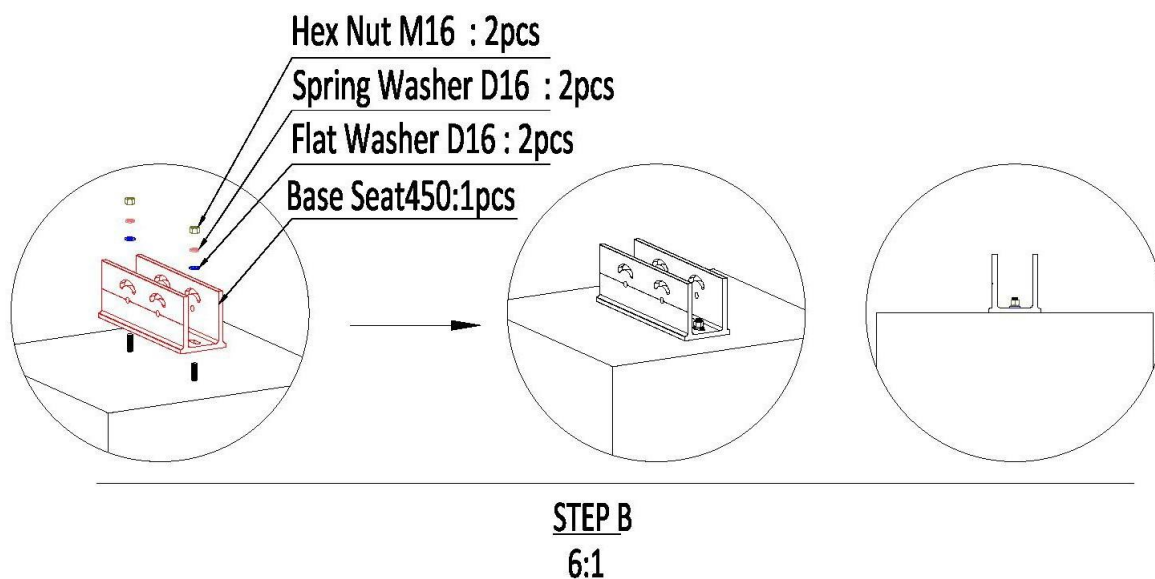

Abbildung 3
Schritt 2: Montieren Sie die Sechskantmutter M16, siehe Abbildung 3